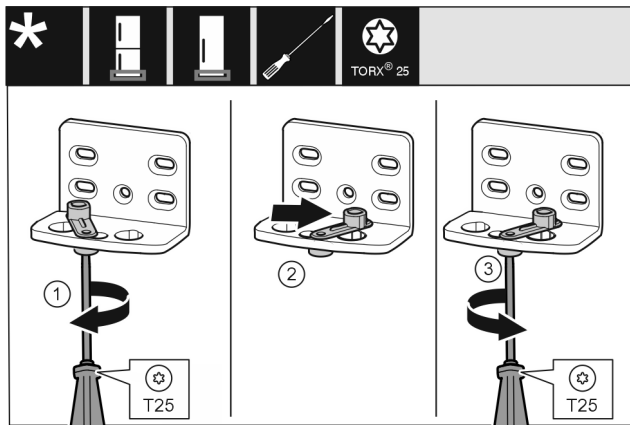

Fig. 13
- ▶ Schroef met de schroevendraaier T25 losdraaien. Fig. 13 (1)
- ▶ Deursluidhulp optillen en 90° naar rechts in de opening draaien. Fig. 13 (2)
- ▶ Schroef met schroevendraaier T25 vastschroeven. Fig. 13 (3)